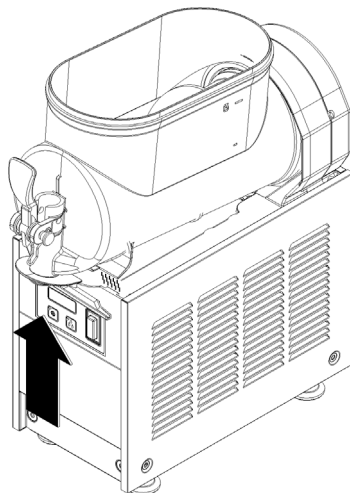

Bild 5
**2** Den Behälter abmontieren. Dazu den unteren Teil (auf der Seite des Hahns) leicht nach oben drücken, um die unteren Befestigungshaken zu lösen (Bild 5) und den Behälter anschließend von vorne herausziehen